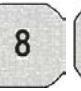

Рисунок 3.1 –Панель введення параметрів та навігації по меню
3.2.1 На передній панелі пристрою розміщені такі органи керування (рисунок 3.1):